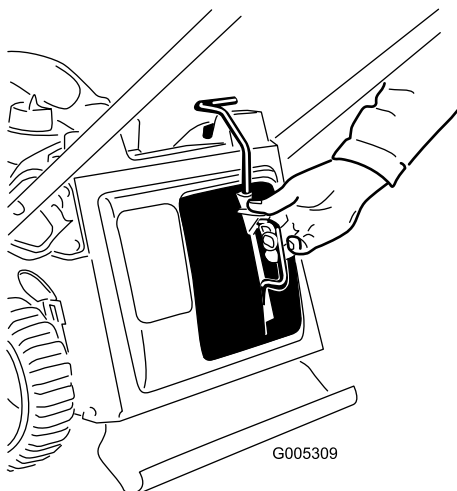

Figura 34
3. Introduzca el tapón de reciclado (Figura 34).